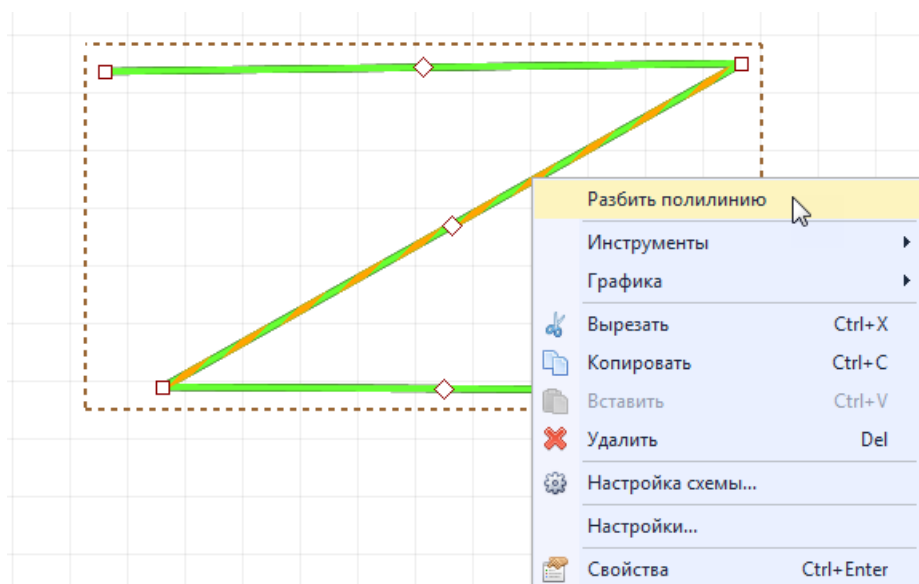

Рис. 368 "Разбить" полилинию
2. Вызовите с нее контекстное меню и выберите пункт «Разбить полилинию», Рис. 368.